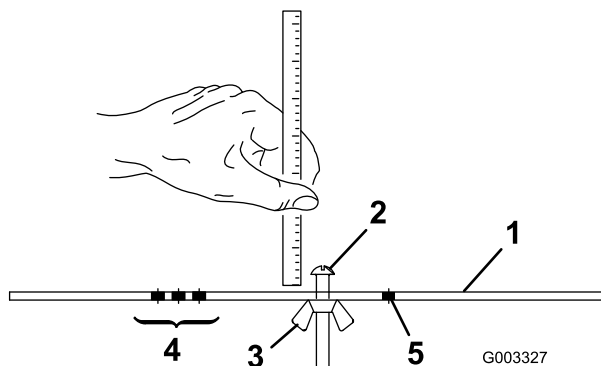

**Figure 19**
1. Desserrez les contre-écrous qui fixent les bras de hauteur de coupe aux plaques latérales du plateau de coupe (Figure 19).